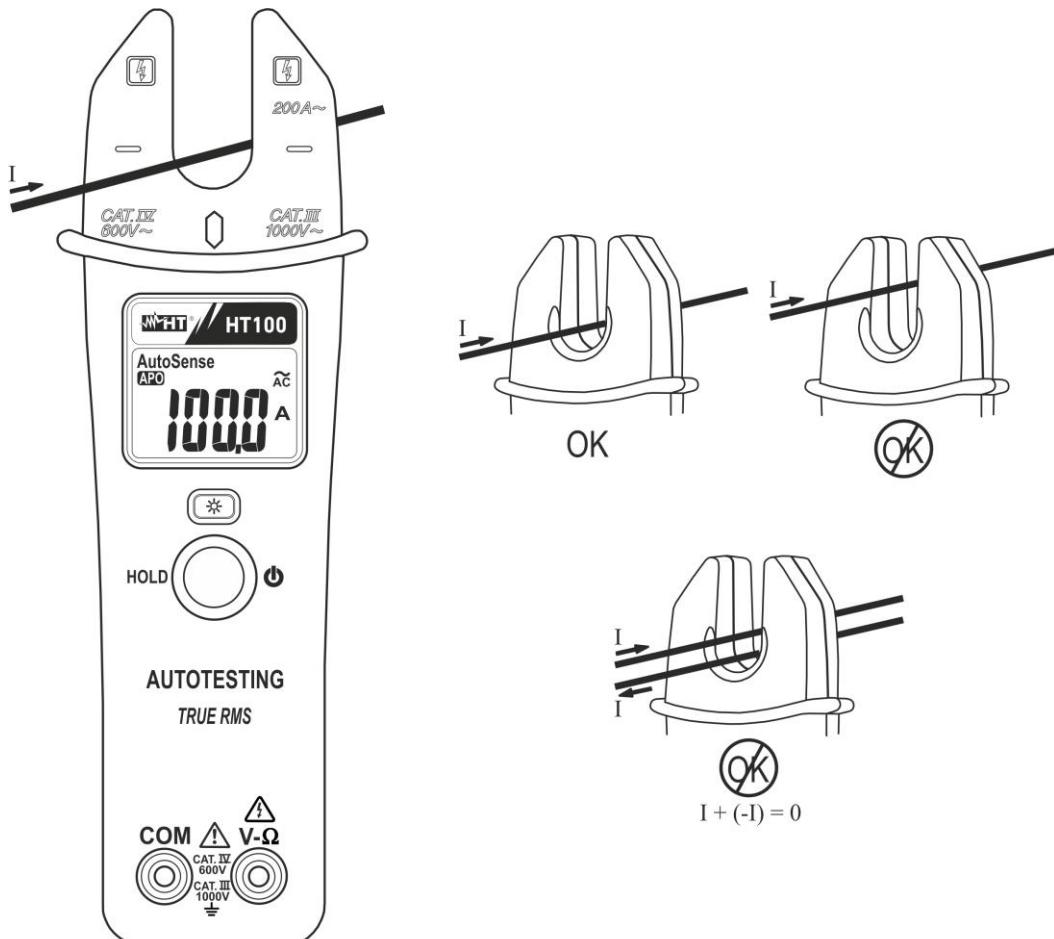

Fig. 7 : Utilisation de la pince pour mesure de courant AC
1. Insérer le câble dans le tore à son centre (voir Fig. 7) considérant les marques d'alignement (voir § 4.1.2). La valeur de courant AC apparaît à l'écran